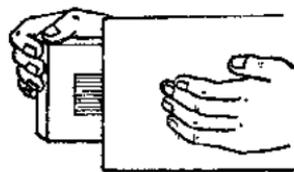

图 2
3. 在印像之前，可先裁取印像纸一小条，做一次印像试验（图 2）。将试验的纸条装入印像夹，印像夹正对尚未开亮